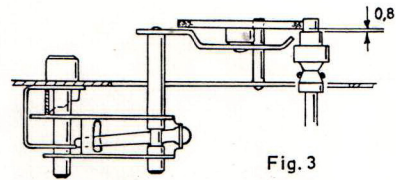

Fig. 3
Svajning kan orsakas av oplana skivor. Den kan även uppstå, om det råkar komma olja på motorns drivrulle eller mellanhjulets och skivtallriks drivande resp drivna delar. Kontrollera också att mellanhjulets höjd är riktigt injusterad mot motorns drivrulle, så att det ej berör närliggande steg. Justera höjden, om så är nödvändigt enl fig 3.
Drivrullen, som har ett mycket litet spel till motoraxeln, kan någon gång fastna på denna så att den inte utan vidare kan tagas loss. Om detta skulle hända då man vill byta rulle, värm då försiktigt på rullens undre del i omkring 30 sekunder med en liten lödkolv, och rullen kommer lätt att gå bort. Använd denna metod även då ny rulle påsattes, om denna skulle gå trögt, men var alltid försiktig så att inte mellanhjulet eller någon kabel förstörs. När rullen är på rätt plats, skall den ha det förhållande till mellanhjulet som visas i fig 3.
Mellanhjulets läge inställes genom att justera med stålfjädern (1) fig 3. Hjulet skall justeras mot motordrivrullens avsatser så att klarningarna blir enligt samma figur.